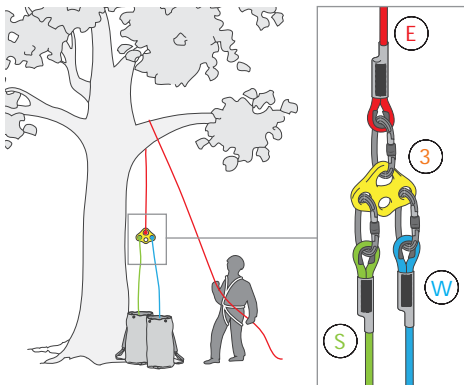
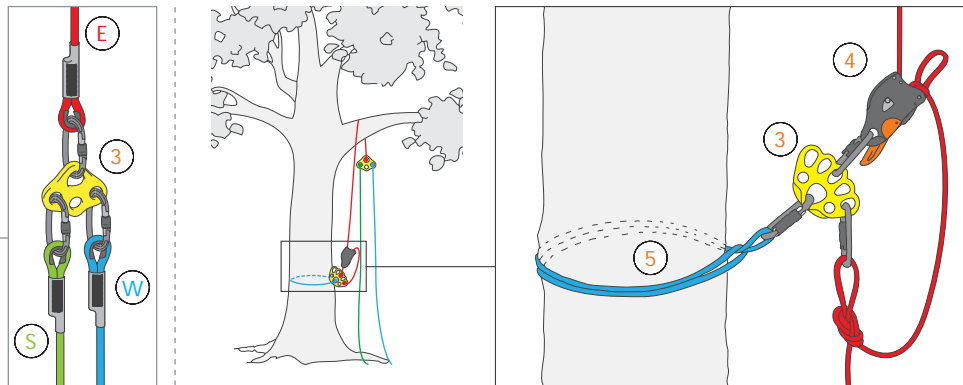

Fig. 4
Fig. 5
La cuerda, conectada a la rama, actúa como cuerda de emergencia (E). El operario conecta a la cuerda una placa multi-anclajes (3), a la que se fijan la línea de trabajo (W) y la línea de seguridad (S) y, seguidamente, recupera la cuerda de emergencia hasta que la placa de anclaje queda situada justo por debajo de la rama (Fig. 4). A continuación, la inserta en un descensor autofrenante (4) conectado a otra placa multi-anclajes, que a su vez está conectada a un elemento de amarre EN 795-B (5) fijado alrededor del tronco (Fig. 5). En este punto, el operario puede empezar a trepar por la línea de trabajo utilizando un puño bloqueador con pedal y un descensor autofrenante, además de un sistema anticaídas deslizante conectado a la línea de seguridad. Si, una vez suspendido, el operario tiene algún problema, el operario que permanece en el suelo puede bajarlo utilizando el descensor autofrenante conectado al tronco del árbol, en la base.
La corda posizionata sulla branca avrà la funzione, in questo caso, di corda d'emergenza (E). L'operatore dovrà collegare ad essa una piastra multi-ancoraggio (3) dove avrà installato, in modalità fissa, la corda di lavoro (W) e quella di sicurezza (S). A questo punto l'operatore dovrà recuperare la corda di emergenza in modo che la piastra multi-ancoraggio si posizioni appena al di sotto della branca (Fig. 4). Egli la inserirà poi in un discensore auto-frenante (4) collegato ad un'ulteriore piastra multi-ancoraggio, a sua volta fissata ad una fettuccia EN 795-B (5) avvolta attorno al tronco (Fig. 5). A questo punto l'operatore potrà risalire la corda di lavoro tramite una maniglia di risalita con staffa e un discensore auto-frenante, avendo inoltre collegato un anticaduta guidato sulla corda di sicurezza. Nel caso in cui l'operatore sospeso avesse dei problemi, l'operatore rimasto a terra potrà intervenire sulla corda di emergenza calandolo tramite il discensore auto-frenante installato alla base.